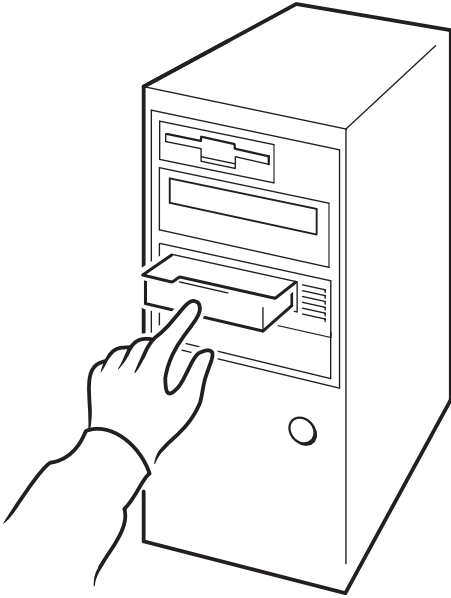

Abbildung 12a: Verwenden von HP OBDR, Schritt 1
- 1 Heben Sie die Laufwerksklappe an und legen Sie die neueste startfähige Kassette in das Bandlaufwerk ein (siehe Abbildung 12a). Die Kassette muss von einer Datensicherungsanwendung erstellt worden sein, die Daten im CD-ROM-Format auf das Band schreibt.